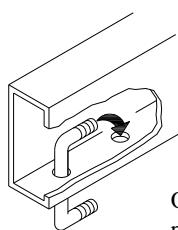

Figura 2
- Inserte el perno en U como se muestra en la Figura 2. Instale arandelas cónicas dentadas y tuercas hexagonales de 3/8".